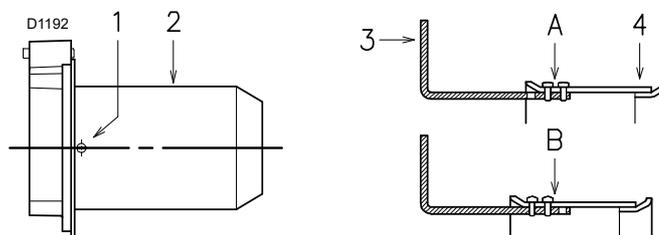

Fig. 13
- Svitare le viti 1)(Fig. 13) e smontare il boccaglio 2).
- Spostare il fissaggio dell'asta 3)(Fig. 13) dalla posizione A a quella B, arretrando così l'otturatore 4).
- Rimontare il boccaglio 2)(Fig. 13) e le viti 1).